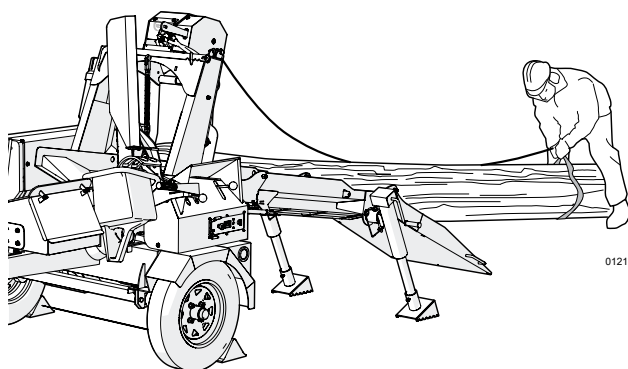

Fig. 35 – Déplacer la sangle du treuil
7. Déplacez la sangle du treuil jusqu'à l'extrémité la plus éloignée de la bûche. Voir Fig. 35.